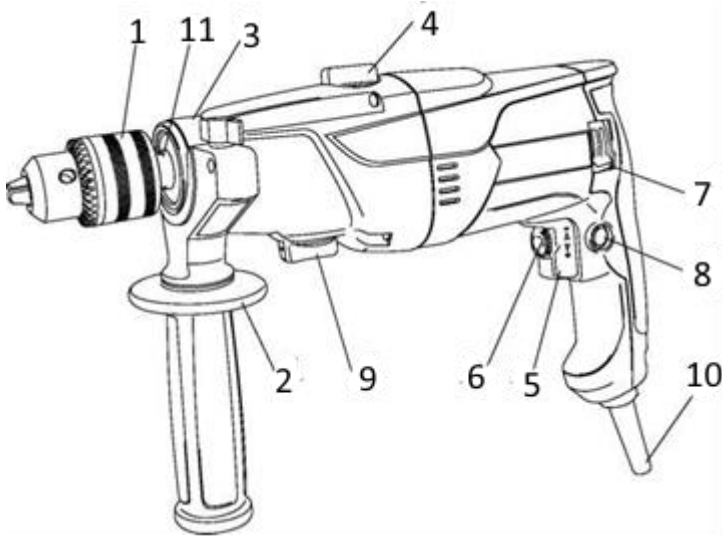

Рисунок 1
Виріб має два режими свердління: ударно-обертальний і обертальний. Перемикання режимів роботи виробу здійснюється переведенням перемикача (4) (див. рис.1) У крайні позиції до відповідного символу режиму роботи:
- ударно-обертальний режим - перемикач (4) повинен бути переведеним до упору у бік символу **T**;
- обертальний режим - перемикач (4) повинен бути переведеним до упору у бік символу **A**.
4.2 Виберіть необхідний режим роботи виробу за допомогою перемикачів (4) та (9) (див. рисунок 1). Перемикання режимів роботи виробу здійснюється переведенням перемикача (4) (див. рис.1) з одного крайнього положення в інше в бік відповідного символу режиму роботи:
- обертальний режим - перемикач (4) повинен бути переведеним до упору у бік символу **2**.
- Аналогічним чином оберіть один з двох режимів швидкості перемикачем (9).